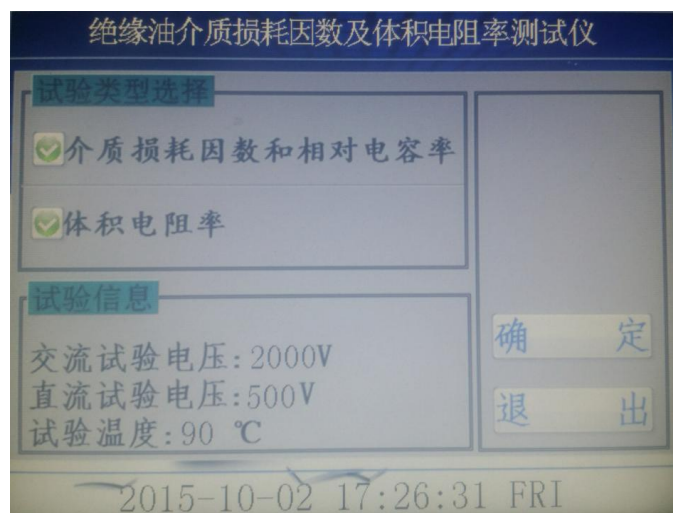
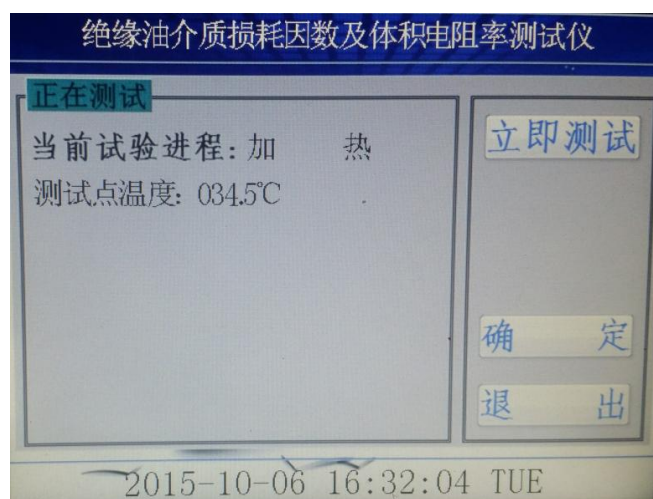

图 6
图 7
6、在图 3 界面下，点击空杯测试进入图 6，空杯测试主要是对油杯注油前的干净程度和装配进行验证，可以选择介质损耗因数和相对电容率及体积电阻率，点击测试项目前面的光标即可选择测试还是不测试。空杯介损
值越小越好，在图 6 中选择完测试项目后点击**确定**后即可进入图 7，图 7 中设备可以在设定的 90℃ 进行测量，也可以点击**立即测试**，在当时温度下测量。
杯壁缓缓注入)，油样注入后，再将油杯的内电极慢慢的放到位。（动作要慢一些，防止动作太快，排气不及时，使油样溢出），接好测量信号线和温度信号线，点击图 3 中的自动测试，进入图 6 界面和图 7 界面，一般测油是都按照规程 90℃测量，同样也可以选择立即测试，在当前温度下测量。